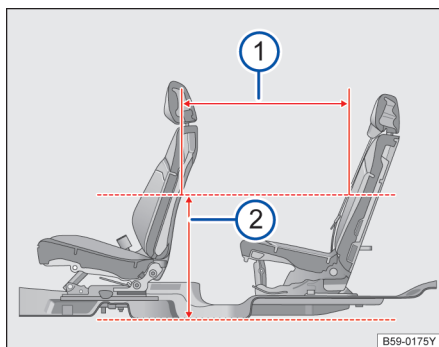
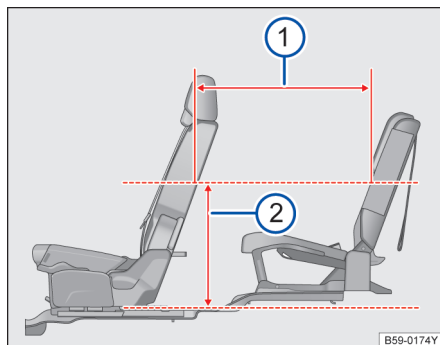

图 107 前排座椅和第二排座椅的座间距
图 108 第二排座椅和第三排座椅的座间距
当前排座椅前后位置：座椅最后往前滑动 127mm，高度及靠背角都处于设计位置；第二排与第三排座椅位于设计位置时，在距离地板位置 620mm 处→图 107②，第一排及第二排座椅座间距为 852.5mm→图 107①；在距离第二排座椅下方地板 620mm 处→图 108②，第二排及第三排座椅座间距为 737.8mm→图 108①。